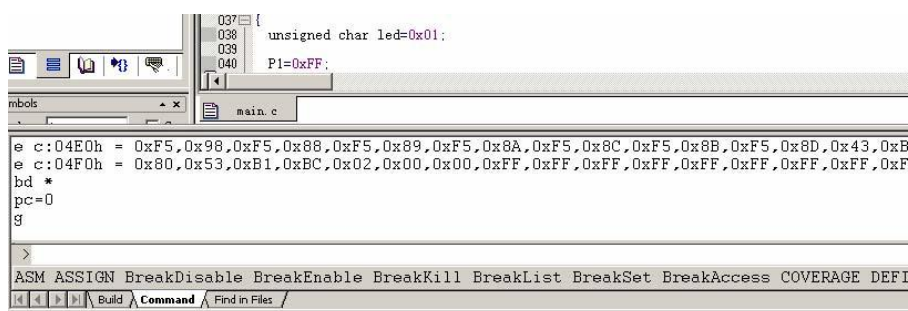

图13. 恢复BSL已成功
4. 如提示找不到文件，请检查路径和文件名是否正确。如正常，等待约10秒后显示如图13所示内容，表示恢复成功。可退出keil环境。（如退出过程中提示错误，无须理会）